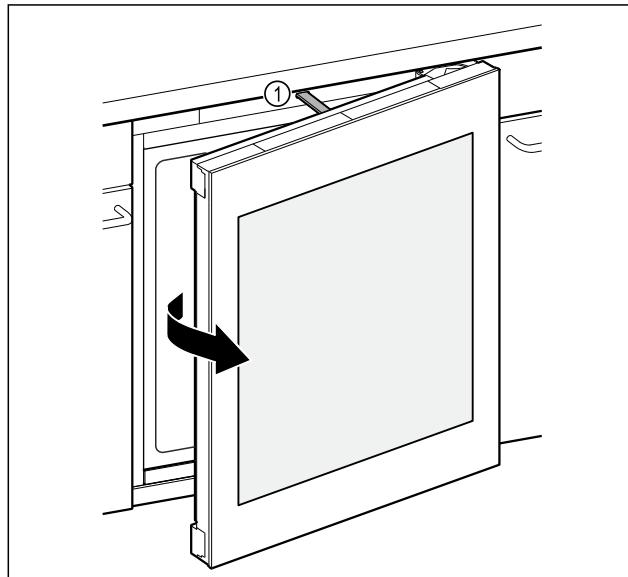

Fig. 88
- Штовхач Fig. 88 (1) відчинить двері приблизно на 7 см.